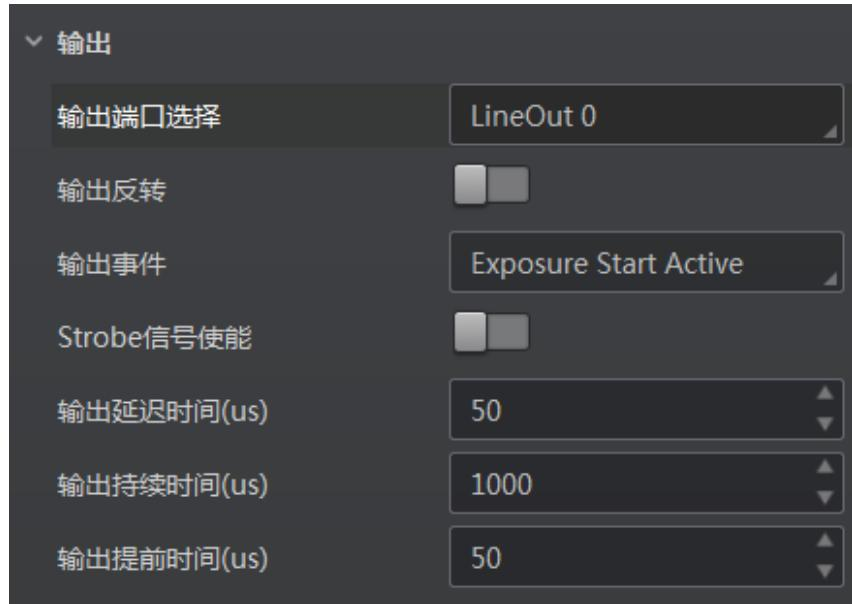

图3-46 曝光开始
- 当输出事件源选择“Exposure Start Active”时，除输出信号的延迟时间和持续时间参数外，还可以设置输出提前时间。输出提前时间为输出信号比输出事件提前输出的时间，如图 3-46 所示。